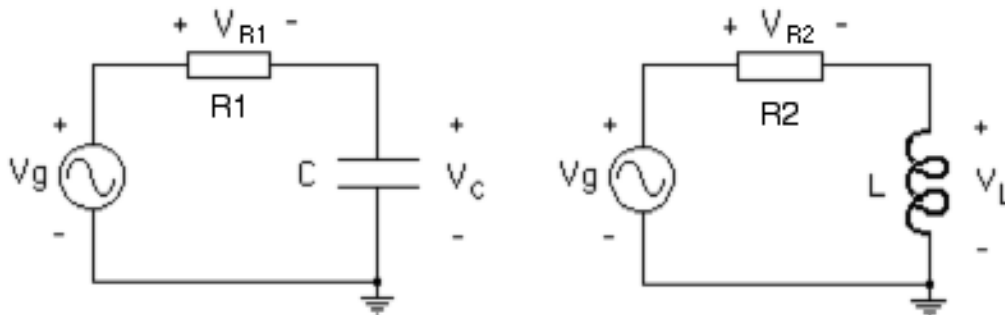

Figura 5.2.- Circuitos RC y RL para medir la constante de tiempo.
- 6.- Realice la simulación en SPICE de los circuitos mostrados en la Figura 5.2 con los valores dados por su profesor y determine el desfase entre el voltaje de la fuente y el del condensador, y entre el del condensador y el de la resistencia en la Figura 5.2.a, y luego entre el voltaje de la fuente y el del inductor, y entre el del inductor y la resistencia en la Figura 5.2.b. Utilice los marcadores diferenciales para definir los puntos de medición de voltaje cuando sea necesario.
14.- Monte el circuito de la Figura 5.2.a con los valores indicados por su profesor y realice la medición del ángulo de desfase α entre el voltaje de la fuente V_g y el del condensador V_C , aplicando la presentación XY y utilizando la Figura de Lissajous básica. Realice también la medición del ángulo de desfase β entre el voltaje en el condensador V_C y el voltaje en la resistencia V_R . Recuerde que para realizar esta medición **el osciloscopio debe estar flotando**. Haga un diagrama de las figuras observadas en el osciloscopio o tome las fotos correspondientes.
15.- Monte el circuito de la Figura 5.2.b con los valores indicados por su profesor y realice la medición del ángulo de desfase γ entre el voltaje de la fuente V_g y el del inductor V_L , aplicando la presentación XY y utilizando la Figura de Lissajous básica. Realice también la medición del ángulo de desfase δ entre el voltaje en el inductor V_L y el voltaje en la resistencia V_R . Recuerde que para realizar esta medición **el osciloscopio debe estar flotando**. Haga un diagrama de las figuras observadas en el osciloscopio o tome las fotos correspondientes.